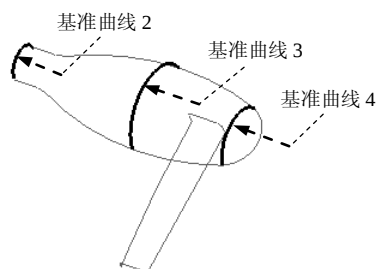

图 6.7.32 选择第二方向曲线
② 选择第二方向曲线。单击操控板中的第二方向曲线操作栏，按住 **Ctrl** 键，依次选择基准曲线 2、基准曲线 3 和基准曲线 4 (图 6.7.32) 为第二方向边界曲线。
(3) 单击操控板中的“完成”按钮